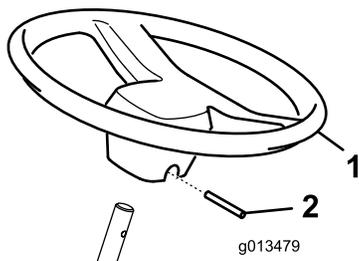

Figura 2
2. Collocate il volante sul piantone (Figura 2).
3. Fissate il volante in posizione con il spina elastica (Figura 2).